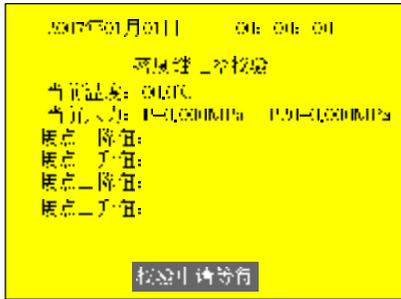

图 11
(3) 接点一、接点二上升值和下降值校验，操作同“(1) 接点一上升值和下降值校验” 如图 11。